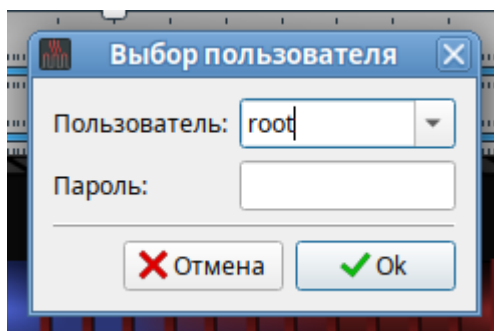

Рис. 24
- дважды щелкнуть левой кнопкой мыши по полю. При этом откроется окно «Выбор пользователя» (рис. 24);